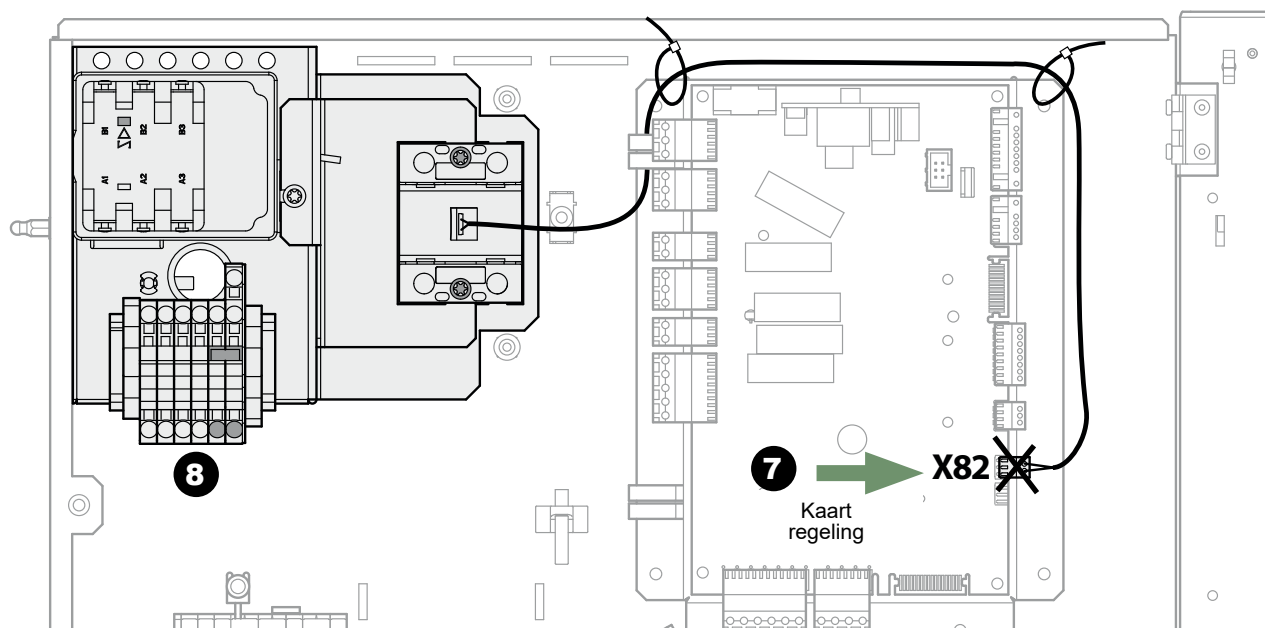

fig. 8 - Loskopeling van de elektrriscie weerstanden trifasig
- **7** - Aansluitingen loskopelen **X82** (Elektrische weerstanden trifasig, zie fig. 8).